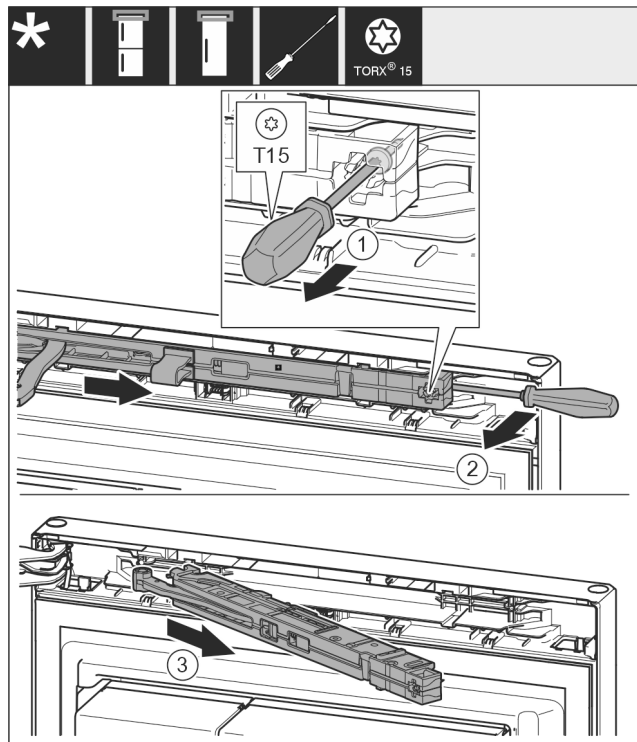

Fig. 11
- ▶ Odvijačem T15 otpustite vijak na jedinici prigušivača zatvaranja oko 14 mm. Fig. 11 (1)
- ▶ Umetnite odvijač na strani ručke iza jedinice prigušivača zatvaranja i okrenite jedinicu prema naprijed. Fig. 11 (2)
- ▶ Izvucite jedinicu prigušivača zatvaranja. Fig. 11 (3)